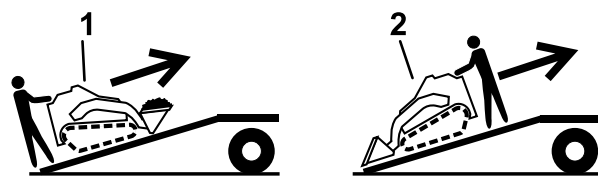

图 19
5. 让机器较重的一端在坡道上面以减轻负载将机器装载到拖车上图 19。